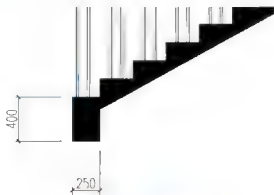

图 4.117 绘制楼梯基础
5) 按照图 4.117 所示的尺寸绘制楼梯基础
(1) 同时打开“1:100 剖面图”文件和“楼梯”文件,并将“楼梯”文件置为当前文件,然后执行菜单栏中的【编辑】|【带基点复制】命令。
(2) 在指定基点:提示下,选择如图 4.117 所示的 A 点作为复制的基点。
(3) 在选择对象:提示下,将绘制好的楼梯全部选中,按 Enter 键结束命令。